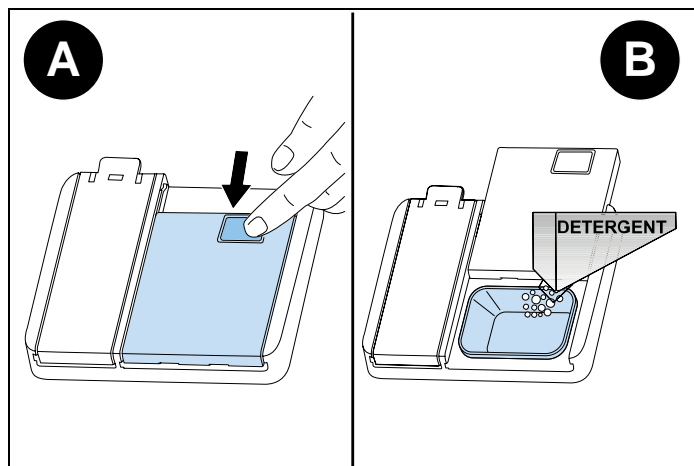

Fig. 67
- 1) Empuje el pestillo para abrir el recipiente de detergente como se muestra en la imagen (Fig. 67 A)
- 2) Vierta/ponga el detergente en el dispensador (Fig. 67 B)